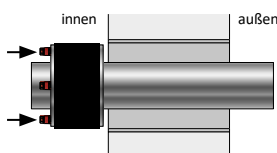
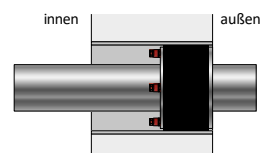

Bild 3
Bild 4
- Dichteinsatz über das durchzuführende Rohr oder Kabel schieben (Bild 3) und bündig zur Wasserseite in die Kernbohrung oder das Futterrohr schieben (Bild 4).